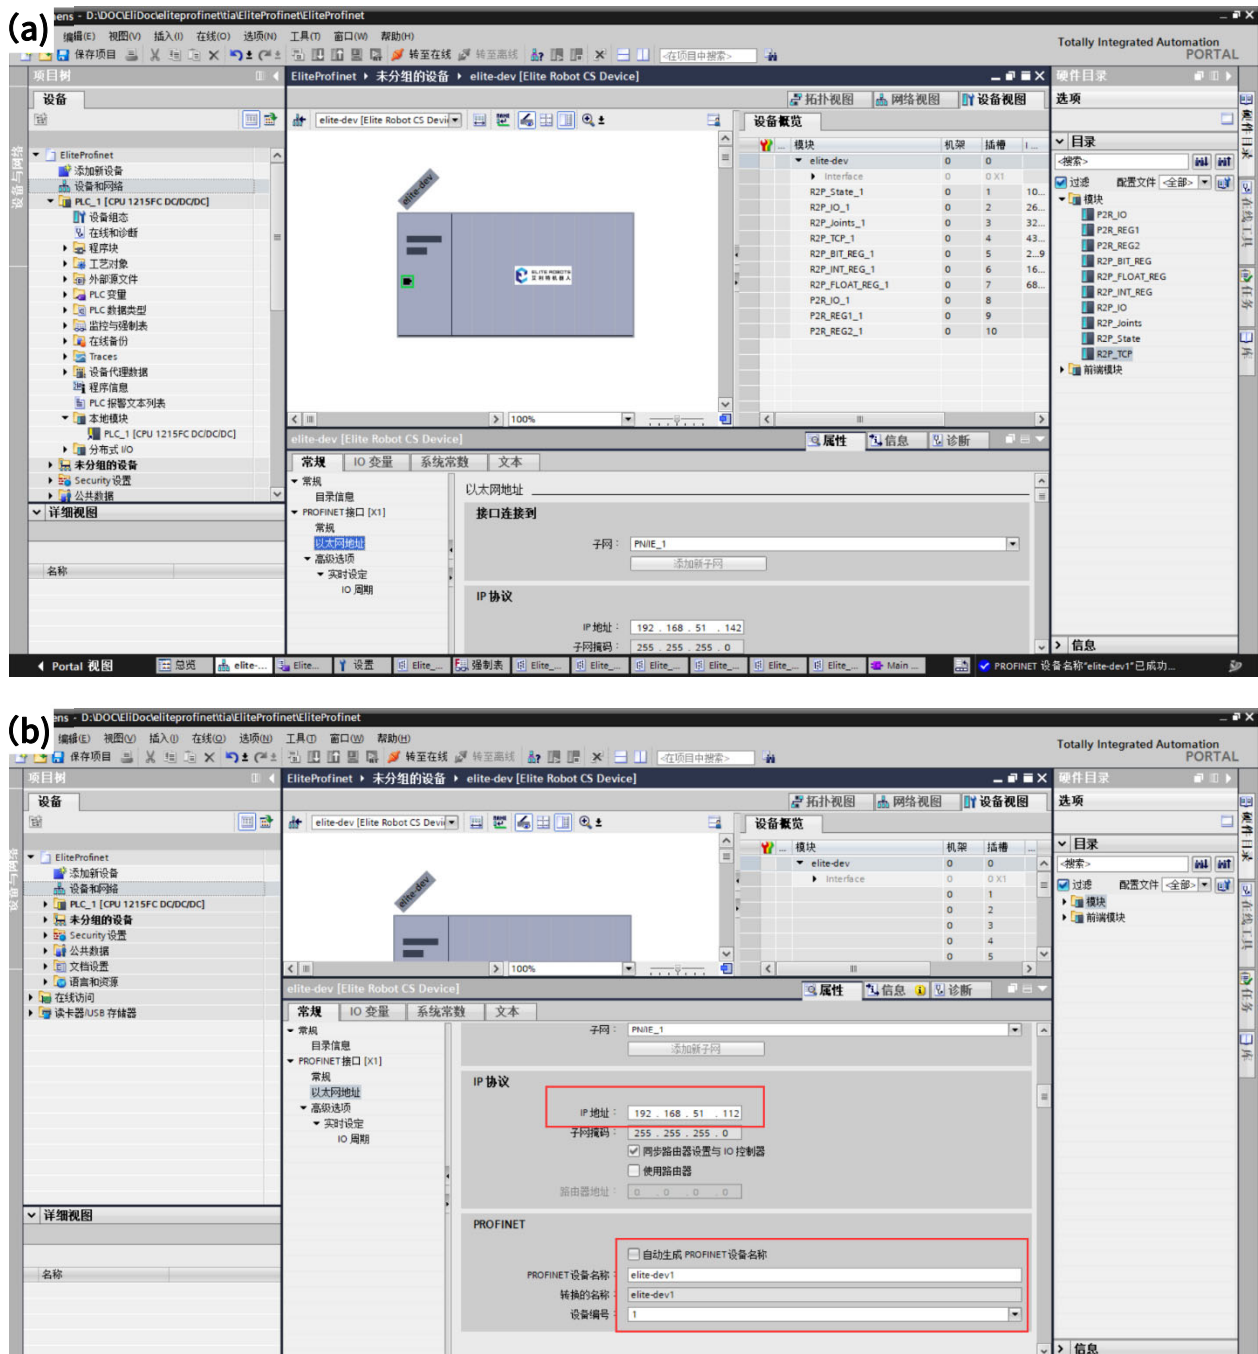

图 15-5 配置 IP 和设备名称
4) 双击“elite-dev”去配置 IP 和设备名称，注意此处 IP 应和机器人 FB2 网络 IP 保持一致，如图 15-5 (a) 和图 15-5 (b) 所示。